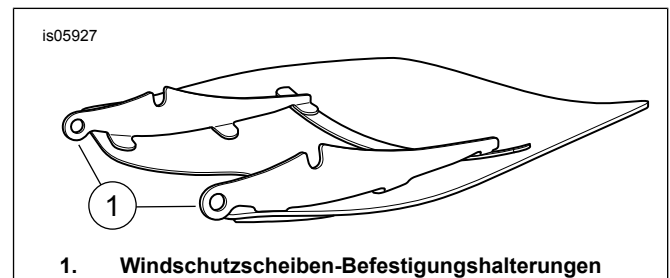

Abbildung 1. Windschutzscheiben-Befestigungshalterungen
1. Siehe Abbildung 1 >. Die Windschutzscheiben-Teilbaugruppe aus der Verpackung nehmen und mit der Vorderseite nach unten und den Halterungen nach oben auf eine saubere, weiche Fläche legen.